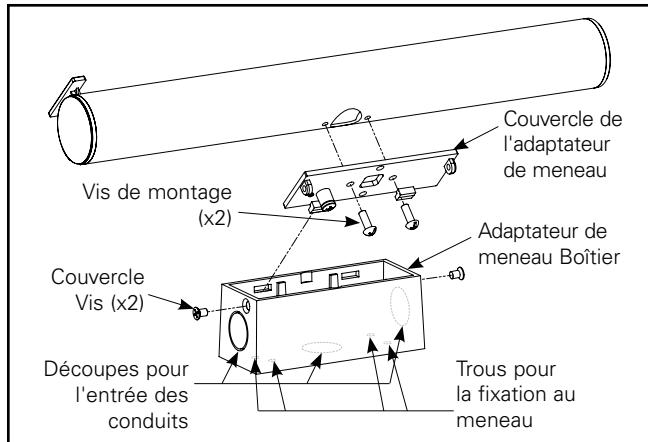

Figure 7.
- Ouvrez la boîte contenant votre adaptateur de meneau et déballez l'unité. Démontez l'unité en retirant les vis de couverture de chaque côté du boîtier de l'adaptateur de meneau. (Voir figure 7).